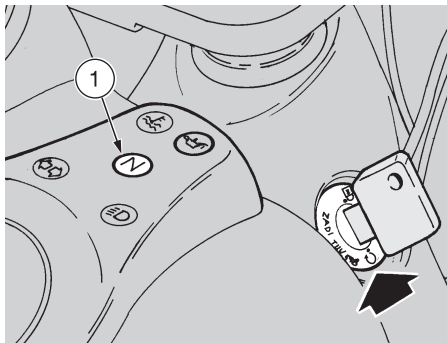

Fig. 26
- ♦ Coloque la palanca de cambio en punto muerto (luz indicadora luminosa verde "N" encendida, 1-Fig. 26).